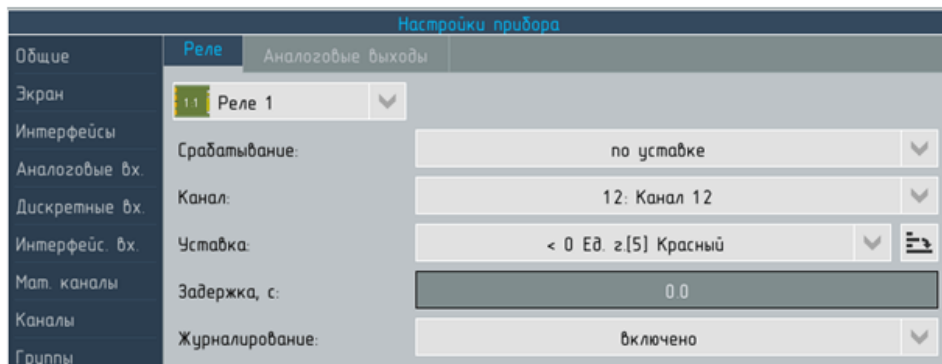

Рисунок 6.84 – Настройки прибора. Раздел "**Выходы**", вкладка "**Реле**", аргумент – событие
- ▶ "По событию" – реле срабатывает, если назначенное для него событие переходит в состояние «1» (см. рисунок 6.84).